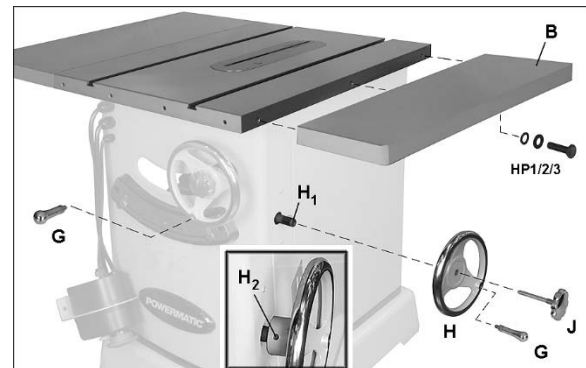

Figura 6-3: instalación de accesorios
Vea la Figura 6-3.
1. Quite la cinta adhesiva de alrededor del eje para exponer las roscas y la chaveta del eje (H, Figura 6-3).
2. Asegúrese de que el tornillo de presión del volante (H) esté aflojado lo suficiente para impedir interferencias.
4. Empuje el volante por el eje tan lejos como sea posible y después apriete el tornillo de presión (H).
5. Instale la perilla de traba (J, Figura 6-3) y las manijas (G). Use la llave en la superficie plana de las manijas para apretarlas contra los volantes.